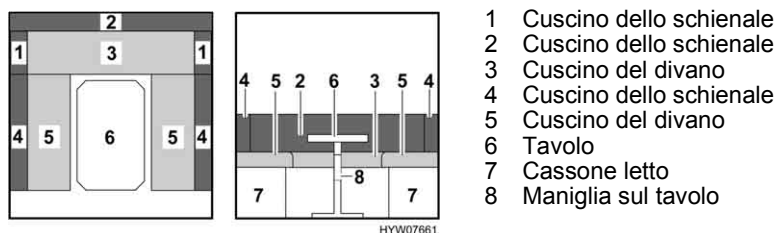

Fig. 76 Prima della trasformazione
- Collocare i cuscini dello schienale (Fig. 76,1 e Fig. 76,2) sotto il tavolo.
- Sistemare i cuscini del divano (Fig. 76,5).
- Sollevare la maniglia (Fig. 76,8) del tavolo (Fig. 76,6) verso l'alto e tirarla leggermente.